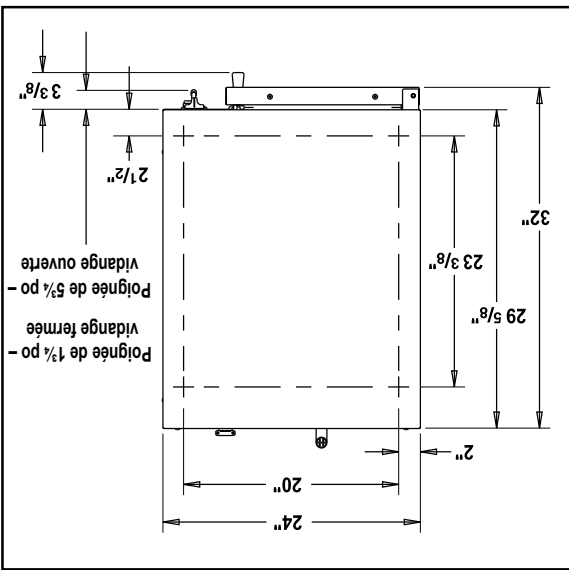

Figure 2 : Ancrage du cuisEUR à vapeur
1. Placez le cuisEUR à vapeur à l'emplacement voulu sur le comptoir et marquez les quatre coins. Retirez le cuisEUR à vapeur et percez des trous de $\frac{1}{2}$ po comme indiqué dans la figure 2.